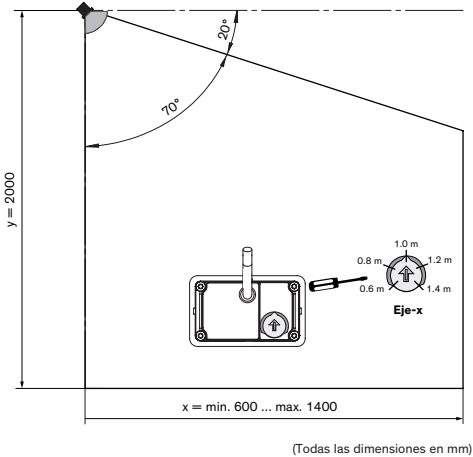

Figura 3: Área de detección empleando potenciómetro
- La escala no está impresa en el sensor. Sin embargo, el potenciómetro se puede ajustar en cinco tramos fijos de 0.2 m; a partir de 0.6 m (en la posición de las 7 en punto) hasta 1.4 m (en la posición de las 5 en punto); consulte la Figura 3 a continuación.